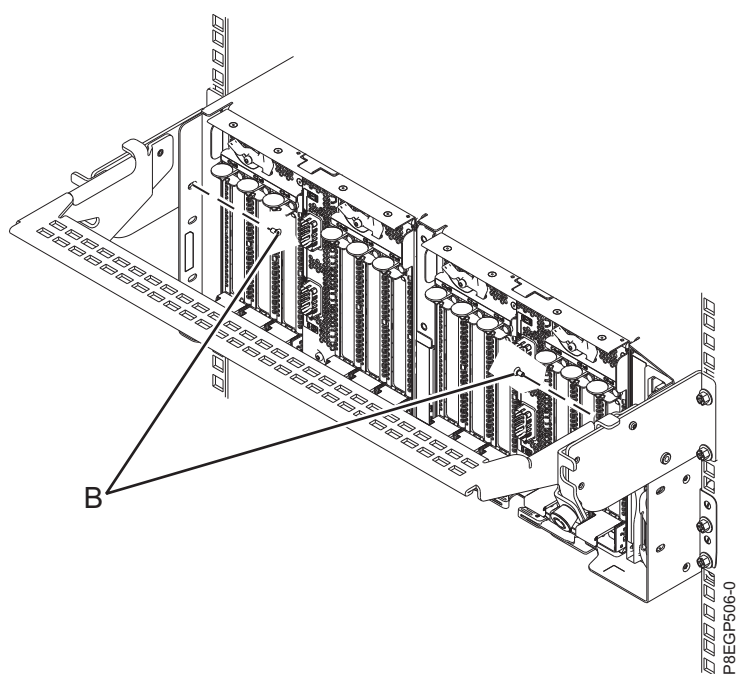

Figura 13. Colocación de los tornillos de fijación
12. Para fijar el cajón al bastidor, coloque los dos tornillos de fijación (**B**), tal como se muestra en la Figura 13.